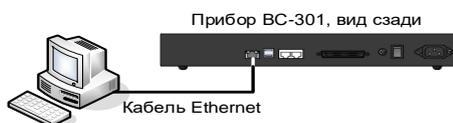

Рис. 5 Схема подключения контроллера «BC-301» к ПК
2. подключите контроллер к управляющему ПК: подсоедините один конец Ethernet-кабеля к разъему RJ45 сетевой карты на ПК, а второй – к разъему RJ45 с надписью «сеть» на задней панели контроллера – см. Рис. 5 (контролер по сети Ethernet может быть присоединен к управляющему ПК на расстоянии до 150 м);